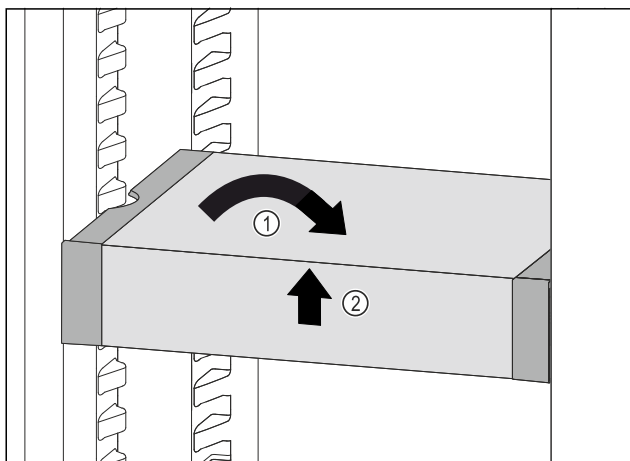

Fig. 151
- Vendosni drejt VarioSafe. Fig. 151 (1)
- Ngrini lart VarioSafe në pjesën përpara. Fig. 151 (2)